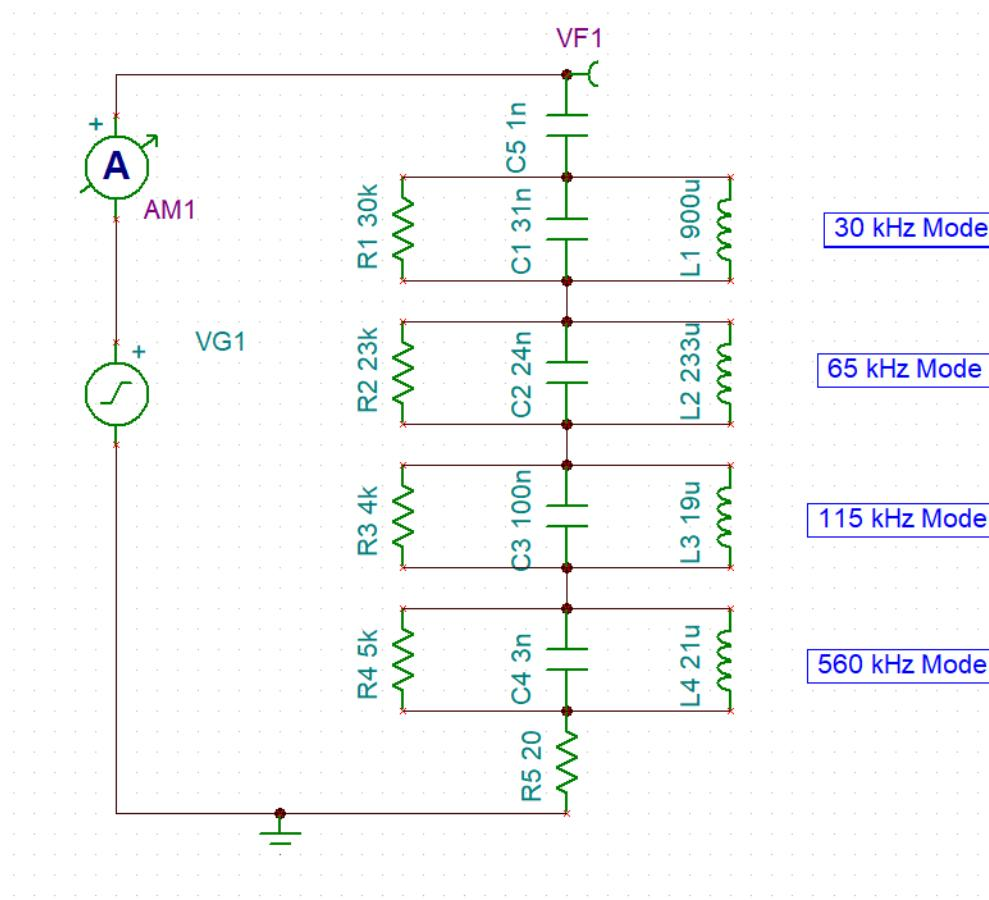

図 4-1. LCS の等価回路モデル
圧電デバイス等価回路を理解することは、システムを分析および設計する上で重要です。その理由は、複雑な電気機械的相互作用を管理可能な電気的モデルで簡素化し、性能を予測および最適化できるためです。ピエゾの動作をシミュレートするための複数のモデルが存在しています。ここでは 1 つの例を紹介します。この例では、LCS はバルク抵抗とバルクキャパシタ、さらにいくつかの LRC ネットワークで構成され、図 4-1 に示すように、すべて直列に接続されています。各 RLC 部分は、質量 (L)、コンプライアンス (C)、機械的減衰 (R) などの機械的特性を表し、直列バルクキャパシタと抵抗はデバイスの電極の電気的容量と抵抗を表します。